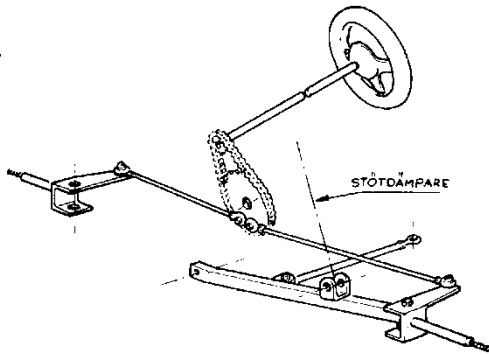

Fig. 4. Exempel på konstruktion av styrinrättning och hjulupphängning fram.
- Länkar för fram- och bakhjulsupphängning är fria. Dock ska bakhjulsupphängningen vara konstruerad som en enhet, d.v.s. att de båda länkarna inte får vara ledade mellan varandra (Se Fig.4 och 5). Inga detaljer får vara tillverkade i annat material än stål/järn.